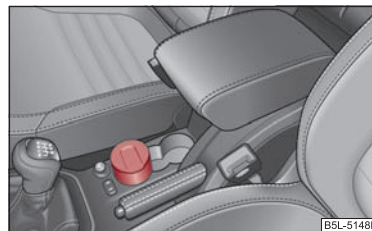

Fig. 82 Consola centrală: Scrumiera față
- Scoateți scrumiera ⇒ fig. 82 în sus. Nu țineți scrumiera de cap - pericol de rupere. ►